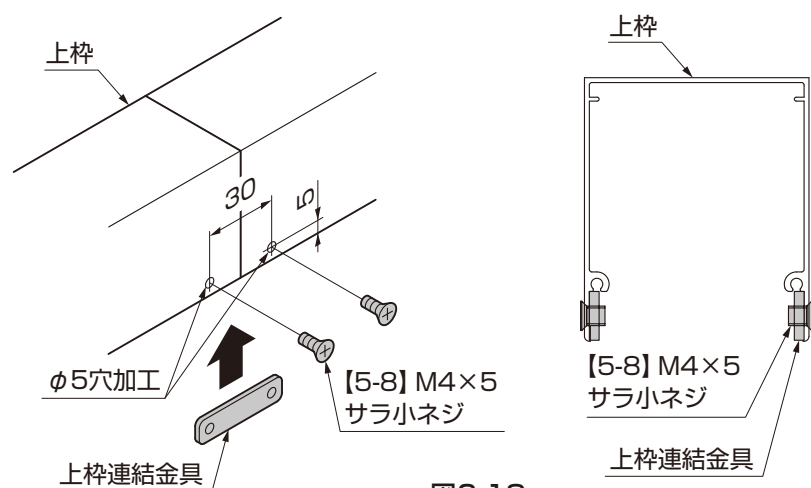

図6-18
②上枠を2本連結する仕様では、上枠の連結部にφ5の穴加工をしてください。(図6-18参照)
③上枠を2本連結する仕様では、上枠に上枠連結金具を挿入し、【5-8】で取付けてください。(図6-18参照)